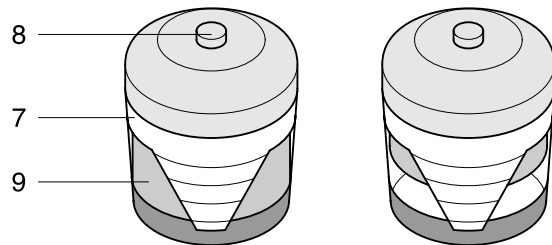

Fig. 5.3 Vakuuminikator
1. Lossa klämmorna (1) och avlägsna dammluckan (2). Rengör luckan.
2. Avlägsna elementet (4) från huset (5).
5. Ställ in vakuuminikatorn på nytt (Fig. 5.3).